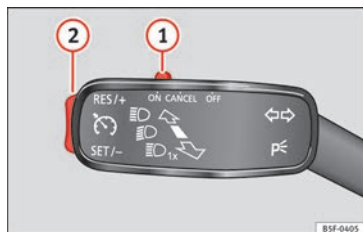

Fig. 40 Palanca de intermitentes y de luz de carretera: conmutador y mandos de manejo del GRA.
- Conectar el GRA: desplace el conmutador »» fig. 40 ① hasta **ON**. El sistema está encendido. El sistema no regula al no haber programado ninguna velocidad.
- Activar el GRA: pulse el botón »» fig. 40 ② en la zona **SET/-**. La velocidad actual se memoriza y regula.
- Desconectar el GRA temporalmente: desplace el conmutador »» fig. 40 ① hasta **CANCEL** o pise el freno. La regulación se desconecta temporalmente.
- Conectar el GRA de nuevo: pulse el botón »» fig. 40 ② en **RES/+**. La velocidad memorizada se guarda y regula otra vez.
- Aumentar velocidad programada durante regulación de GRA: pulse botón ② en **RES/+**.
- Reducir velocidad programada durante regulación de GRA: pulse botón ② en **SET/-** para reducir 1 km/h (1 mph). La velocidad se reduce hasta alcanzar la nueva velocidad memorizada.
- Desconectar el GRA: desplace el conmutador »» fig. 40 ① a **OFF**. Se desconecta el sistema y la velocidad memorizada se borra.